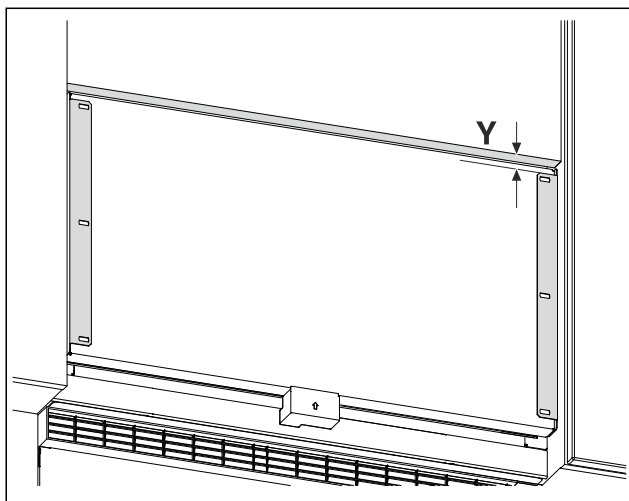

Fig. 24 Voorbeeldweergave
- Meet de afstand Fig. 24 (Y) vanaf de onderkant van de meubeldeur tot de bevestigingsbeugel.